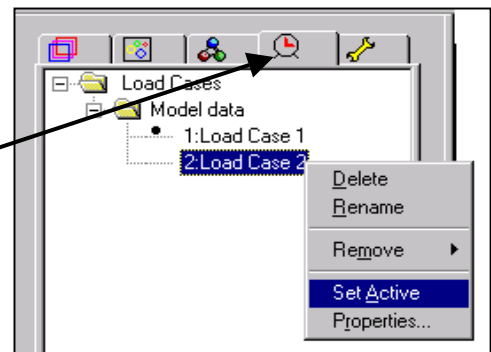

Fig. 42
- selectați meniul **Load Case** din fereastra din stânga (fig. 42)